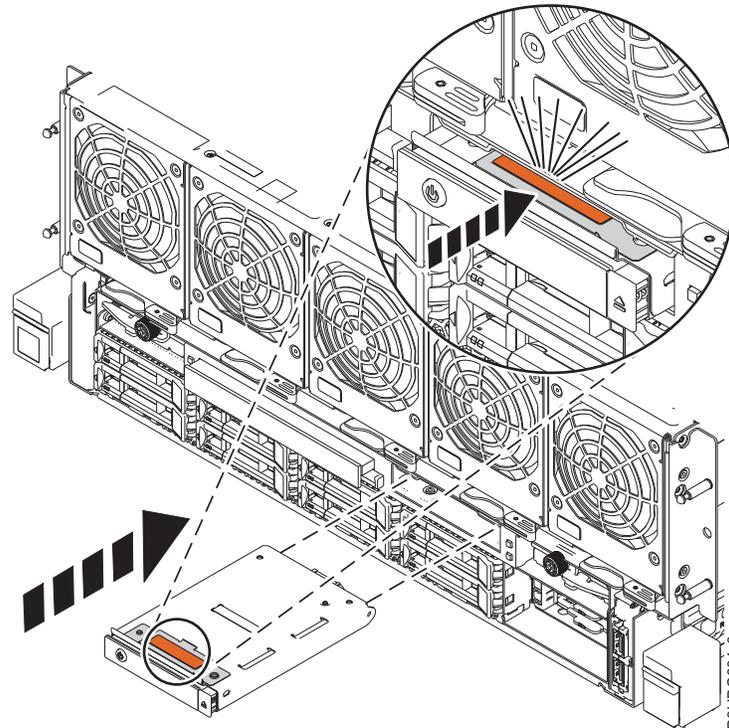

Figura 22. Substituindo o painel de controle
- b. Deslize o painel de controle no slot e pressione a guia de terracota para travá-lo no lugar. Consulte o Figura 22.